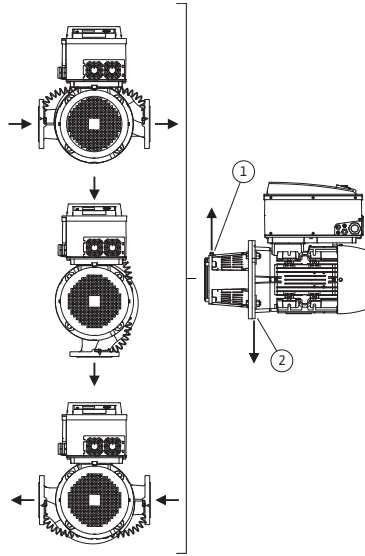
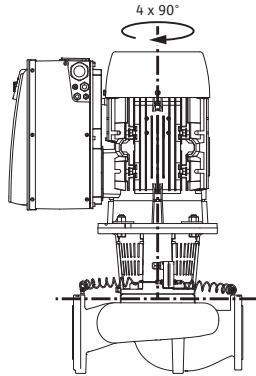

Fig. 18: Yatay motor mili ile izin verilen montaj konumları
Fig. 19: Dikey motor mili ile izin verilen montaj konumları
Yatay motor milinde ve elektronik modülde yukarı doğru (0°) izin verilen montaj konumları Fig. 18'de gösterilmiştir. Yandan monte edilen elektronik modül bulunan montaj konumları resimde gösterilmemiştir (+/- 90°). "Elektronik modül aşağı doğru" (-180°) dışında her montaj konumuna izin verilir. Pompa havalandırması ancak havalandırma valfi yukarı doğru baktığında (Fig. 18, Poz. 1) sağlanmış olur. Sadece bu pozisyonda (0°), biriken kondens suyu mevcut delikler, pompa bacası ve motor (Fig. 18, Poz. 2) üzerinden boşaltılabilir. Bunun için motordaki tapanın çıkartılması gerekir.
Dikey motor milinde izin verilen montaj konumları Fig. 19'de gösterilmiştir. "Motor aşağı doğru" dışındaki tüm montaj konumlarına izin verilir.
- Braketteki hava tahliye valfi (Fig. 6, Poz. 1.31) yatay motor milinde daima yukarı yöne bakmalıdır (Fig. 6a: ve Fig. 6b:). Dikey motor milinde her yöne izin verilir. Ayrıca bkz. Fig. 18: "Yatay motor mili ile izin verilen montaj konumları", sayfa 25 veya Fig. 19: "Dikey motor mili ile izin verilen montaj konumları", sayfa 25.
- Yatay motor milinde kondens suyu deliğinin aşağıya doğru olması gerekir (Fig. 18, Poz. 2). Gerekirse bunun için motor döndürülmelidir.